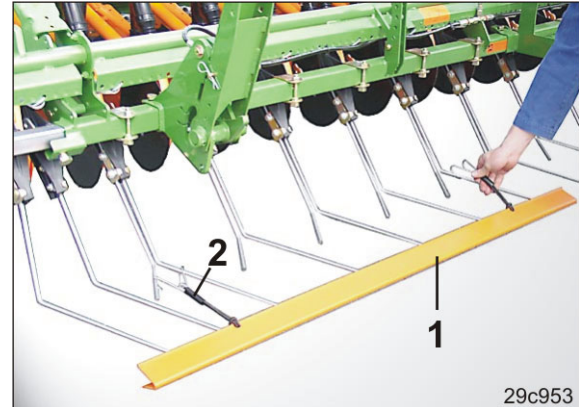

Fig. 214
1. Die zweiteilige Verkehrssicherungsleiste (Fig. 214/1) über die Zinkenspitzen des Exaktstriegels schieben.
2. Die Verkehrssicherungsleiste mit Federhaltern (Fig. 214/2) am Exaktstriegel befestigen.